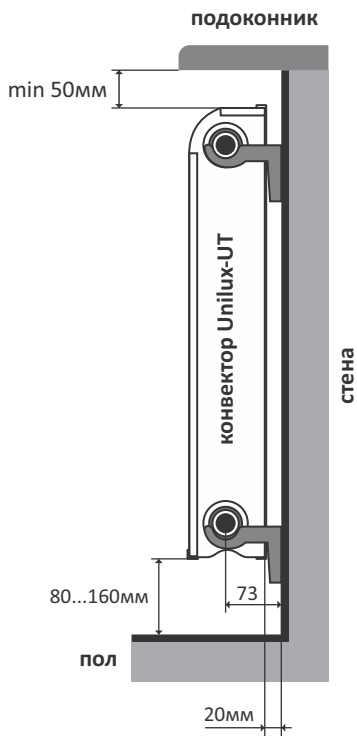

Рисунок 2 - Основные расстояния при монтаже
4.5. При установке конвектора рекомендуется выдерживать следующие расстояния (см. рисунок 2):